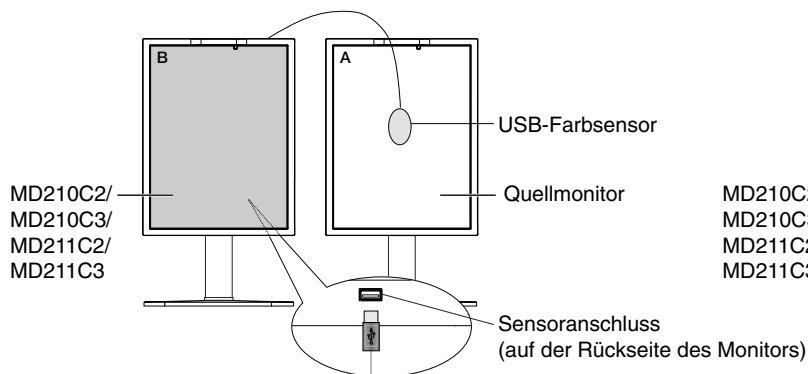
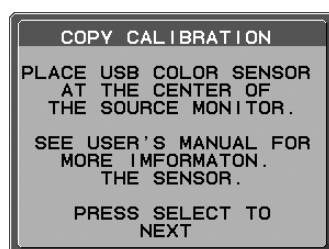

Abbildung C.1
Abbildung C.4
1. Um das Menü KALIBRIERUNG anzuzeigen, schließen Sie den USB-Farbsensor am Sensoranschluss an (Abbildung C.1), oder wählen Sie im erweiterten Menü die Option EIGENSTÄNDIGE KALIBRIERUNG aus (Seite 23).
4. Sie werden aufgefordert, den USB-Farbsensor in der Mitte des Bildschirms zu platzieren (Abbildung C.4). Neigen Sie den Monitor um etwa 5 Grad nach hinten, und platzieren Sie den USB-Farbsensor in der Mitte des Bildschirms (Abbildung C.1).